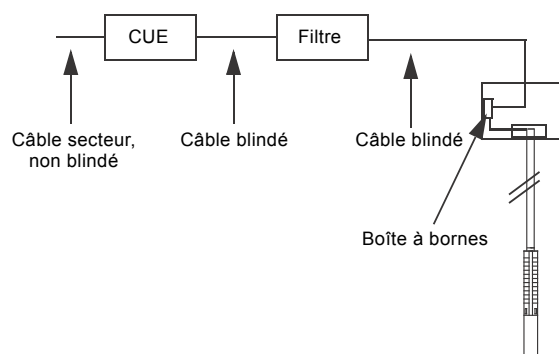

Fig. 24 Exemple d'installation sur sites soumis aux interférences CEM
- installation sur sites sensibles aux interférences CEM. Voir fig. 24.